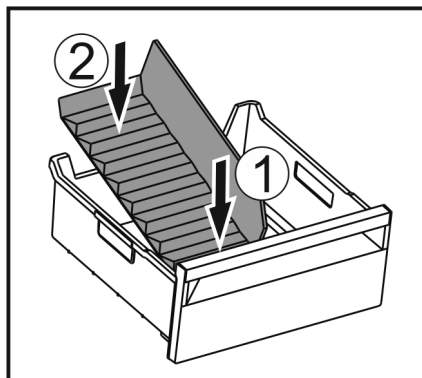

Fig. 174
- Поставете предната част на разделителя на отделенията за лед. Fig. 174 (1)
- Спуснете задната част на разделителя на отделенията за лед до дъното на чекмеджето. Fig. 174 (2)